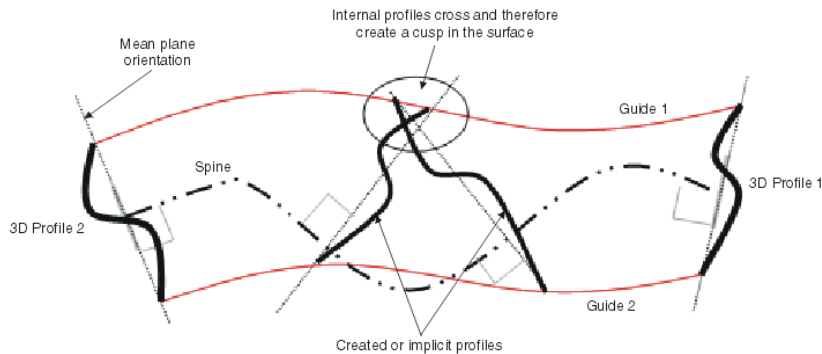

Figura 2.105 Ejemplo cuando se cruzan perfiles internos.
- **Perfiles internos:** si los perfiles internos se cruzan, en la superficie “Loft” se crea una cúspide (Figura 2.105).